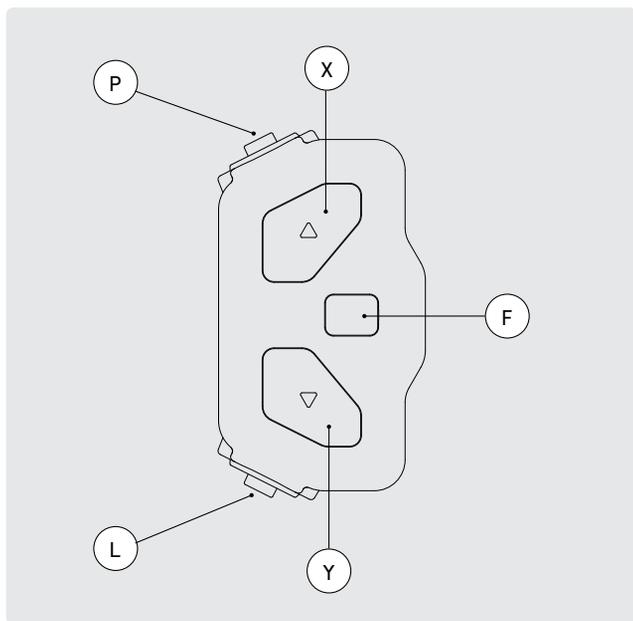

FIG. 19
En el manillar de la Motor st se encuentra un elemento de control para manejar el sistema de propulsión. Un interruptor con cinco teclas en el lado izquierdo del manillar, como se muestra en la fig. 19.
Aumentar la asistencia	→ Pulse la tecla X (fig. 19).
Disminuir la asistencia	→ Pulse la tecla Y (fig. 19).
- 3 Inserte el enchufe de la batería de la fuente de alimentación en el conector de carga de la batería (fig. 19). Cuando la batería se está cargando, las luces LED de la batería comienzan a parpadear.